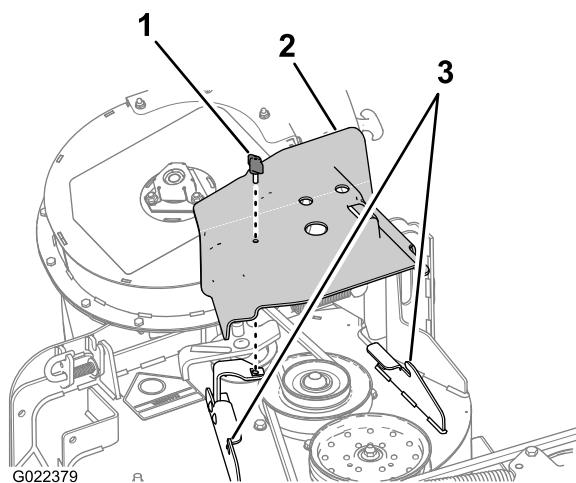

Figura 4
1. Rimuovete la vite a testa zigrinata che fissa il copricinghia (Figura 4).
2. Spostate il copricinghia all'esterno in modo che il suo bordo rimuova i ganci nelle flange della scocca (Figura 4).